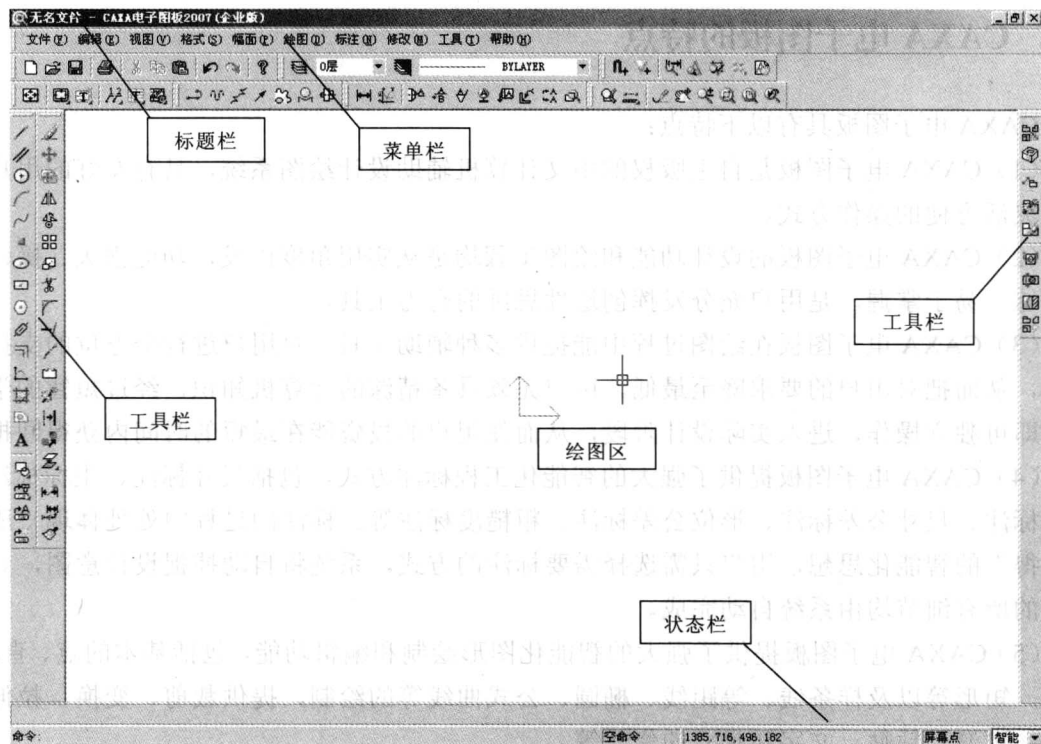

图 1-1 CAXA 电子图板的界面
CAXA 电子图板的用户界面主要包括五个部分, 即标题栏、菜单栏、工具栏、绘图区和状态栏部分, 如图 1-1 所示。
(1) 标题栏: 标题栏显示的是电子图板的标题, 即当前绘制图形的名称, 它位于界面的最上方。如果暂时未设定标题, 则显示“无名文件”。
(2) 菜单栏: CAXA 电子图板提供了几种不同类型的菜单, 即主菜单、立即菜单、工具菜单和光标菜单。
(3) 工具栏: 工具栏实际上是一组相关图标按钮的集合。在工具栏中, 将鼠标在图标按钮上停留片刻, 系统将提示该按钮的功用。通过鼠标左键单击相应的功能按钮进行操作。系统默认的各个工具栏具体如图 1-1 所示。
(4) 绘图区: 绘图区是用户进行绘图设计的工作区域。它位于屏幕的中心, 并占据了屏幕的大部分面积。
(5) 状态栏: CAXA 电子图板提供了多种显示当前状态的功能, 它包括屏幕状态显示、操作信息提示、当前工具点设置及拾取状态显示等。